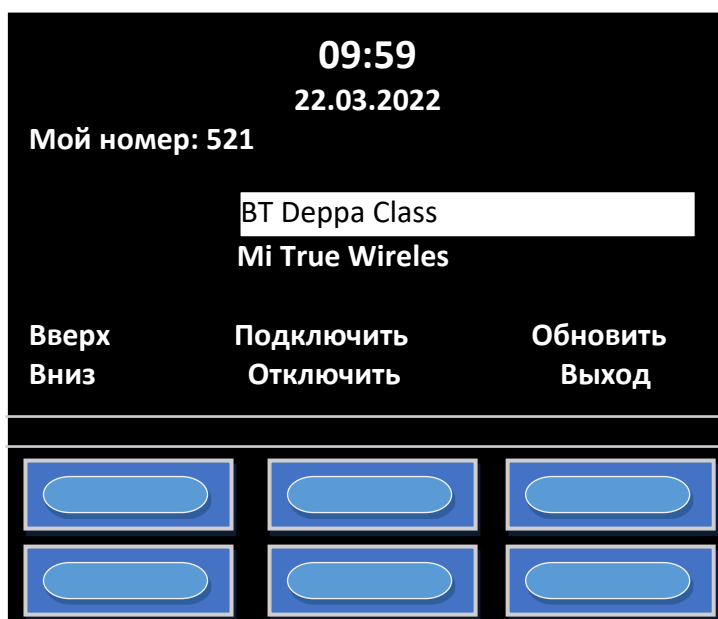

Рисунок 20 – Список Bluetooth-устройств
- после того как поиск завершится, на дисплее отобразится список найденных Bluetooth-устройств (см. рисунок 20);